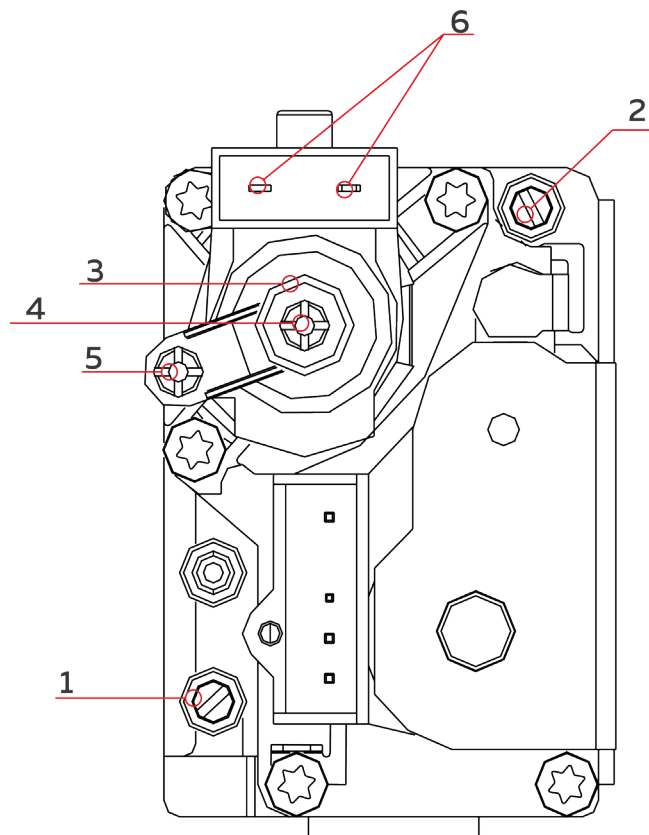

Рис.1
- Подключите газовый манометр к штуцеру замера давления газа «2» Рис.1